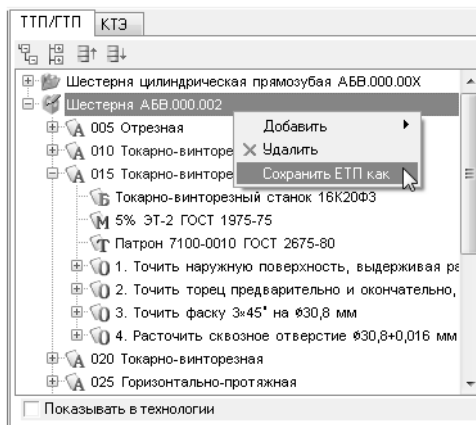

Рис. 13.13.
33. Установите курсор в дереве ТТП/ГТП на элемент *Шестерня АБВ.000.002* и выберите из контекстного меню **Сохранить ЕТП как** (рис. 13.13).